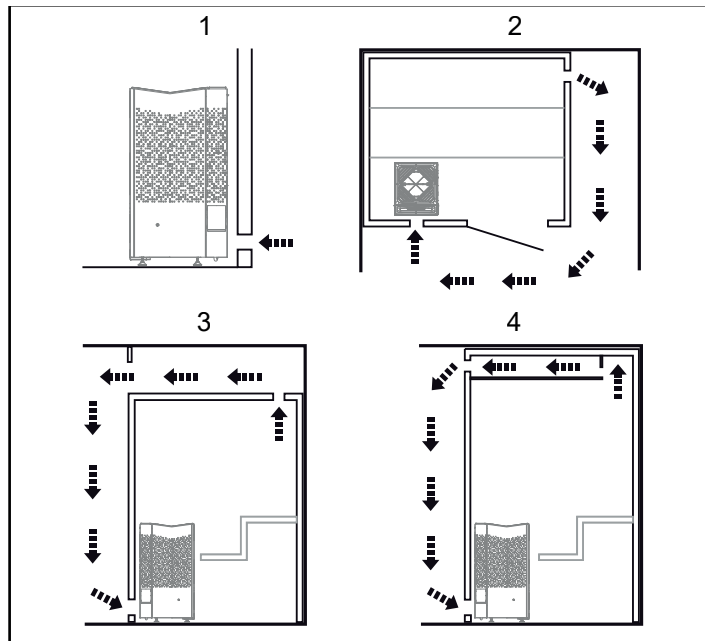

Fig 6: In- och utluftsventilens placering
- Ventilation av bastu ska utföras enligt instruktioner i denna manual (se Avsnittet Inluftsventilens placering, fig 6, Avsnittet Utlufsventilens placering, fig 6).
- Placera inluftsventilen (se Avsnittet Inluftsventilens placering, fig 6).
- Placera utluftsventilen (se Avsnittet Utlufsventilens placering, fig 6).
- med maximalt avstånd till inluftsventilen, t.ex. i diagonal (se Fig 6).
- högt på väggen eller i taket (se Fig 6).